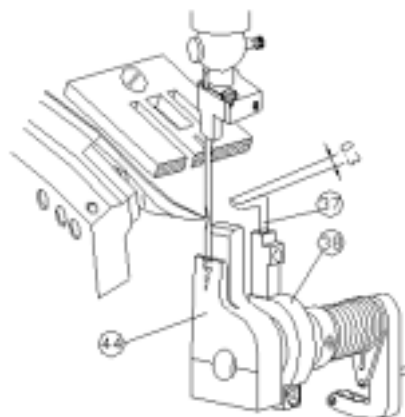

FIG. 13
L'attrapeur du fil (37) devrait être monté dans un tel chemin que sa pointe projette 0.3 mm devant son tibia. FIG. 13.